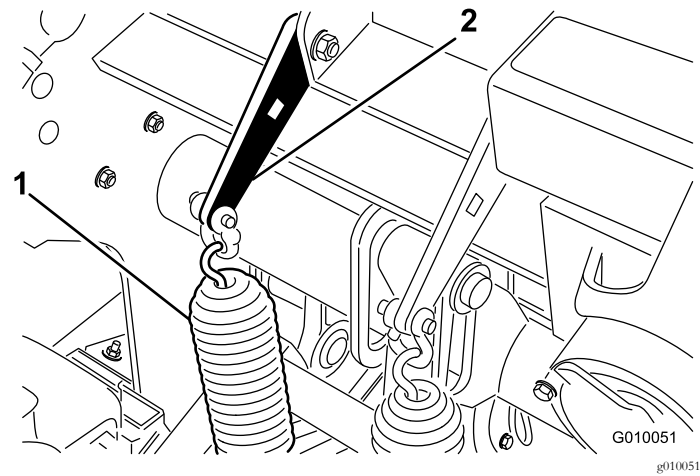

Figura 36
2. Afloje las tuercas de los pernos de cuello cuadrado que fijan los soportes de los muelles al cabezal de perforación (Figura 36). No las retire.